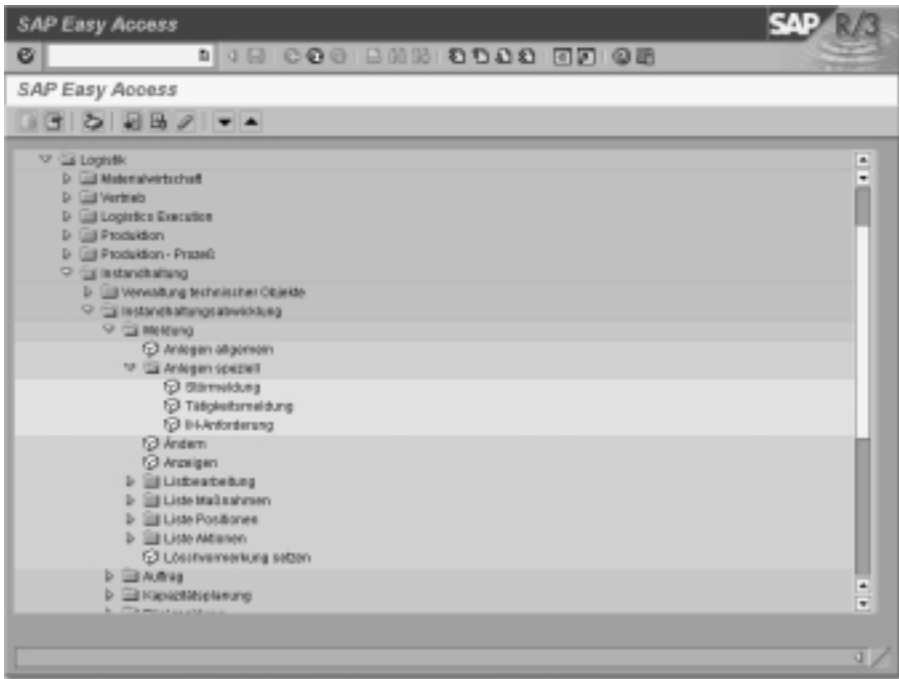

Abbildung 3.3 Transaktionen als Favoriten auswählen
1. Nach der Anmeldung im R/3-System sehen Sie das allgemeine Navigationsmenü (▲Abbildung 3.3). Wählen Sie dort **Favoriten • Ordner einfügen**.